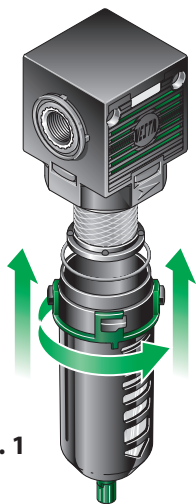

Fig. 1
As regards filters, filter regulators or lubricators, the bowl is engaged to the filter (or to the lubricator) and the green ring nut must be snap-shut counterclockwise (**fig. 1**).
*Per i gruppi filtro, filtrorregolatori o lubrificatori la tazza si innesta nel corpo del filtro (o lubrificatore) e si ruota la ghiera verde in senso antiorario sino allo scatto di bloccaggio (**fig. 1**).*